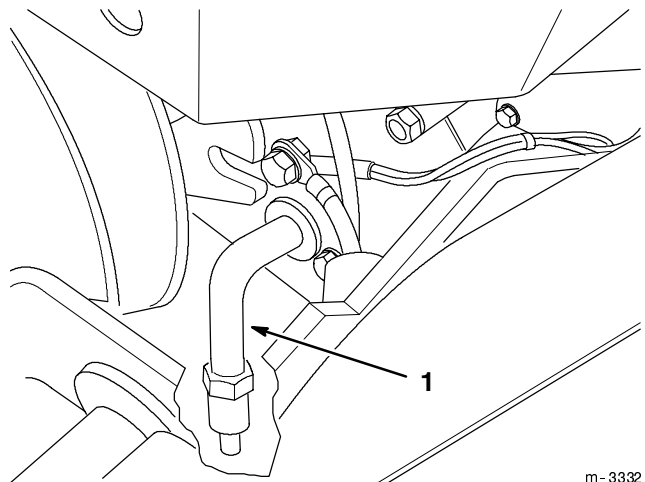

Abbildung 29
4. Eine Schale unter den Ölablass stellen. Den Ölablass öffnen, indem er um 1/8 Umdrehung im Gegenuhrzeigersinn gedreht und gleichzeitig herausgezogen wird (Abb. 29).